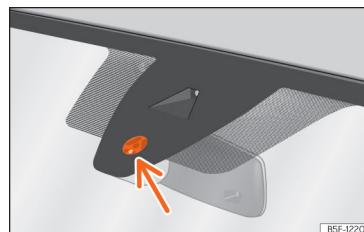

Fig. 110 Superficie sensible del sensor de lluvia.
Las posibles causas de anomalías e interpretaciones erróneas en la zona de la superficie sensible »» fig. 110 del sensor de lluvia son, entre otras:
- **Suciedad:** el polvo seco, la cera, el recubrimiento de los cristales (efecto loto) o los restos de detergente (túnel de lavado) pueden disminuir la efectividad del sensor de lluvia o hacer que reaccione más tarde, más despacio o que no funcione. Limpie regularmente la superficie sensible del sensor de lluvia »» fig. 110 (flecha) y compruebe posibles daños en las escobillas.